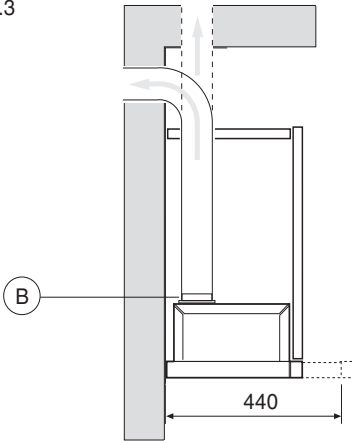
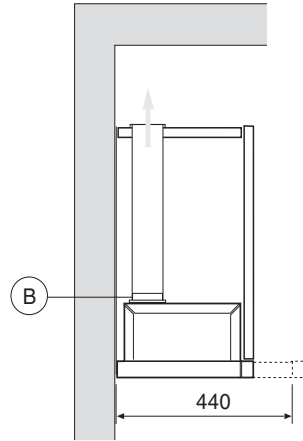

Fig.4
Fig.5
- La distanza minima fra la superficie di supporto dei recipienti di cottura sul dispositivo di cottura e la parte più bassa della cappa da cucina deve essere di almeno **65 cm**. Se dovesse essere usato un tubo di connessione composto di due o più parti, la parte superiore deve essere all'esterno di quella inferiore. Non collegare lo scarico della cappa ad un condotto in cui circoli aria calda o utilizzato per evacuare fumi degli apparecchi alimentati da un'energia diversa da quella elettrica. Prima di procedere alle operazioni di montaggio, per una più facile manovrabilità dell'apparecchio disinserire i filtro/i antigrasso (Fig.5).
rimuovere i pannelli **G** (Fig.5). L'aria viene rimessa nell'ambiente attraverso un tubo di connessione passante attraverso il mobile e collegato all'anello di raccordo **B** (Fig.4).